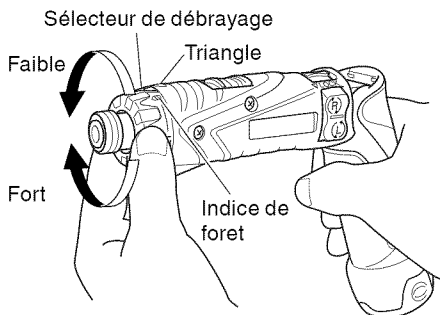

Fig. 8
6. Vérification de la position du sélecteur de débrayage (Voir Fig. 8).
- (2) Indication du couple de serrage (Voir la Fig. 8)
- (3) Réglage du couple de serrage (Voir Fig. 8)